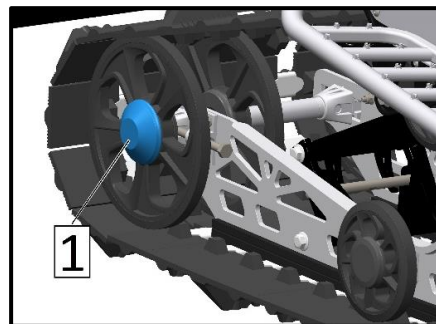

Рис. 24
2. Снимите колпаки (поз. 1, рис. 24) задних катков (если установлены).